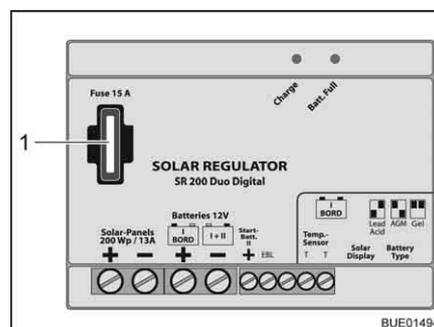

Fig. 117 Fusible del regulador de carga solar de 140/200 W
- Cambiar el fusible plano 15 A/azul (Fig. 117,1).